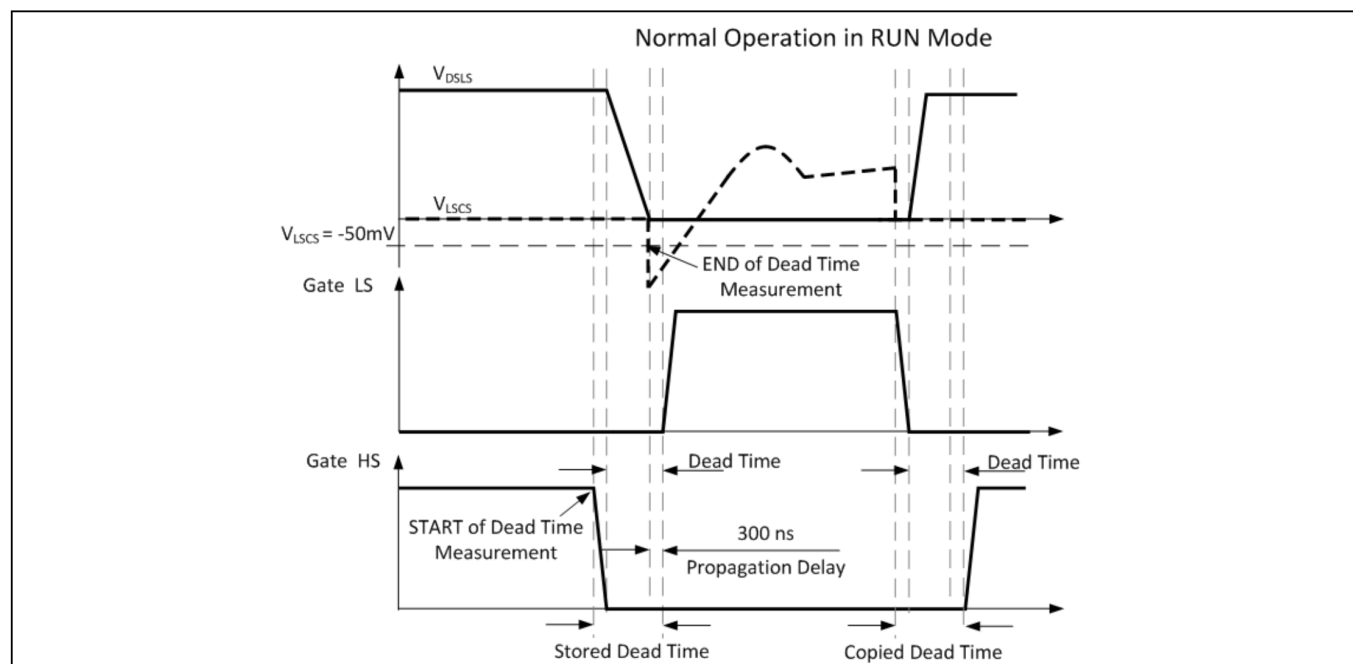

图 17 HB 自适应死区时间
ICL5102 HB 低边 (LS) 和高边 (HS) 栅极驱动器导通信号之间的死区时间是自适应的。死区时间的典型调节范围为 250 至 $750\ ns$ 。死区时间的测量方法是：在 HS 栅极驱动器关断后，直到引脚 LSCS 上的电压降至 $-50\ mV$ 以下。如图 17 所示，该时间将用于 LS 和 HS 之间的死区时间。